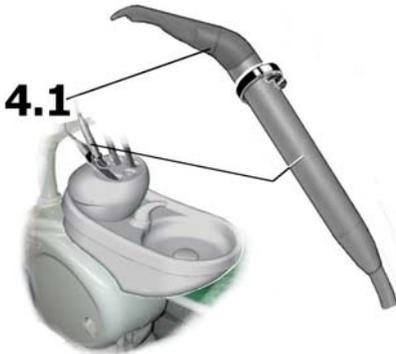

Fig. 4 – Désinfection de la seringue
- Avant de procéder au cycle de désinfection "TIME FLUSHING", il est nécessaire de monter sur le corps de l'insufflateur et sur la commande d'eau (comme indiqué à la fig. 4), l'anneau en plastique (4.1) pour l'écoulement du liquide de désinfection des pièces à main.